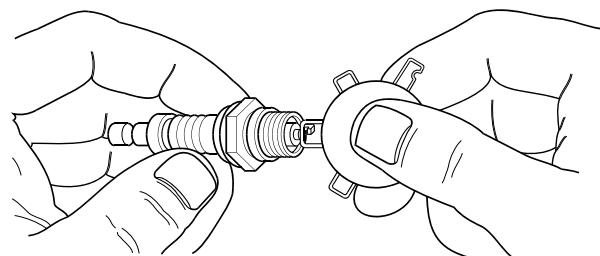

Figure 6-7. Écartement de la bougie
3. Vérifiez la distance entre les électrodes à l'aide d'une jauge d'épaisseur à fils et replacez les électrodes de la bougie d'allumage à la distance recommandée si nécessaire (voir les caractéristiques techniques) (Figure 6-7).